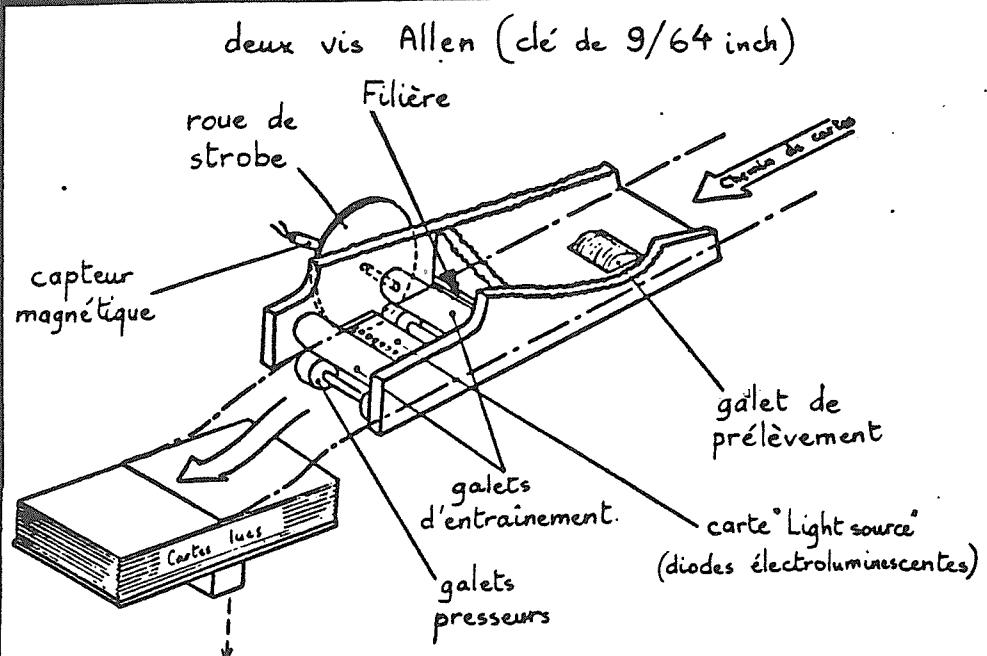

Figure 3
- Contrôler l'écartement des couteaux de la filière (fig 3 et 4) à l'aide du jeu de cales plastiques fournies dans le kit d'accessoires 1.196.010 /01
" OV - " " = ∞ , sinon vérifier que la "pin" marquée "GND" du petit connecteur noir (TB 51) sur la carte "Light source" (fig. 3) n'est pas en contact avec le châssis de la station de lecture.
- Vérifier les tensions $5V \pm 5\%$ aux pins 2 (5V) et 3 (OV) de TB 51 sur la carte "Light source" (fig. 3)
a/ l'édition du message d'erreur s'accompagne d'un arrêt du moteur du lecteur et de l'allumage du voyant rouge "Read Error" : vérifier les réglages de l'embrayage et de la filière (chapitre II) ; si ces réglages sont bons, une des diodes électroluminescentes de la carte "light source" (fig.3) est "H.S." et cette carte devra être remplacée. Sur la nouvelle carte l'alignement de l'axe optique des diodes devra être fait comme indiqué plus loin ..
b/ l'édition du message d'erreur ne correspond à aucun mauvais fonctionnement apparent du lecteur : ce défaut est dû à un mauvais réglage du monostable de "Leading Edge" et/ou à un mauvais alignement de l'axe optique d'une ou plusieurs diodes électroluminescentes sur la carte "Light source" (fig.3)